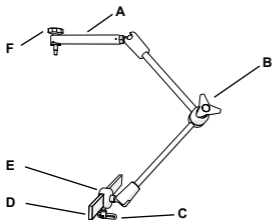

图 1： 磁场发生器安装臂
参考图 1。
3. 打开安装臂的中央夹具（图 1，**B**）。